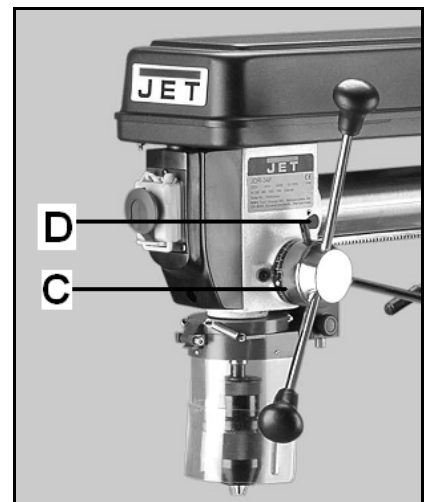

Fig 3
Drehen Sie den Stellring (C, Fig.3) gegen den Uhrzeigersinn, bis zum Anschlag und klemmen Sie die Griffschraube (D) fest.